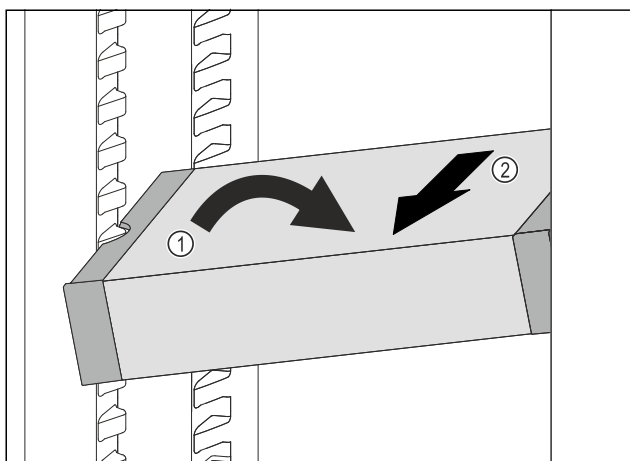

Fig. 116
- Встановити VarioSafe під кутом в охолоджувальному відділенні. Fig. 116 (1)
- Витягнути VarioSafe вперед. Fig. 116 (2)